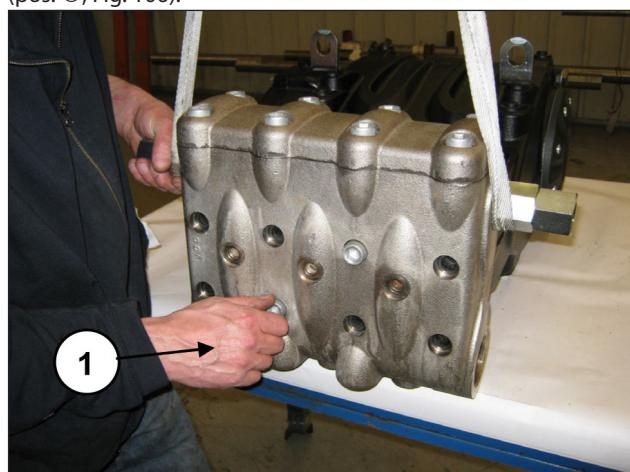

Fig. 105
Ahora es posible desmontar la cabeza del cárter de la bomba aflojando los 8 tornillos M16x180 (pos. ①, Fig. 105).